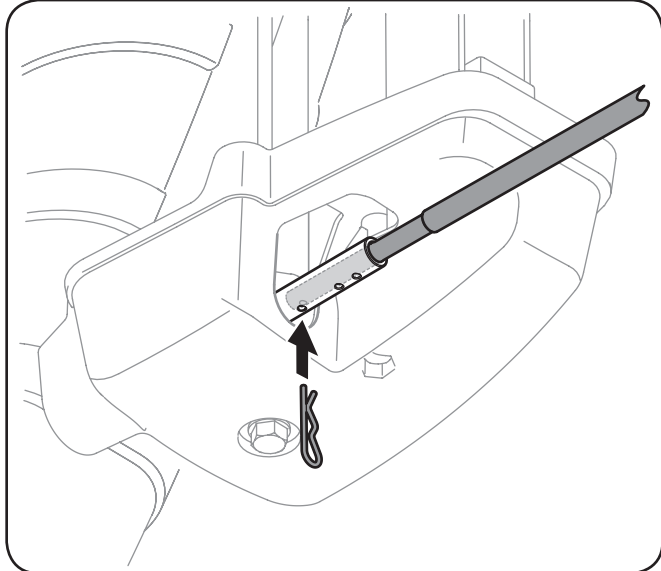

Figure 4-2
2. Enfoncez la tige de commande de la goulotte jusqu'à ce que le trou soit aligné avec le 3e trou de l'ensemble de rotation. Voir la Figure 4-2.
3. Enfoncez à nouveau la goupille fendue dans ce trou et celui de la tige de commande, comme à la Figure 4-2.
4. Prenez la tige de commande et tournez la goulotte à la main vers la droite ou la gauche. Voir la Figure 4-2.